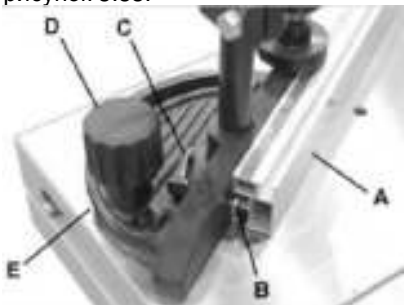

Рис. 3.33
1. Двигайте упор (A) на двух квадратных гайках (B), которые присоединены к корпусу ручками с винтами (C). См. рисунок 3.33.